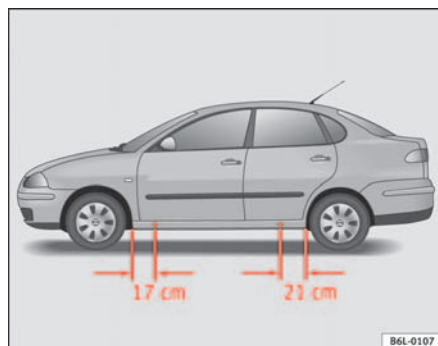

Fig. 132 Points d'appui du cric.
- Cherchez sur le longeron inférieur le point d'appui le plus proche de la roue à changer ⇒ fig. 132.
Des empreintes sur le bas de caisse à l'avant et à l'arrière du véhicule indiquent les points d'appui du cric ⇒ fig. 132. Un emplacement a été prévu pour chaque roue. Le cric ne doit pas être positionné à d'autres endroits.